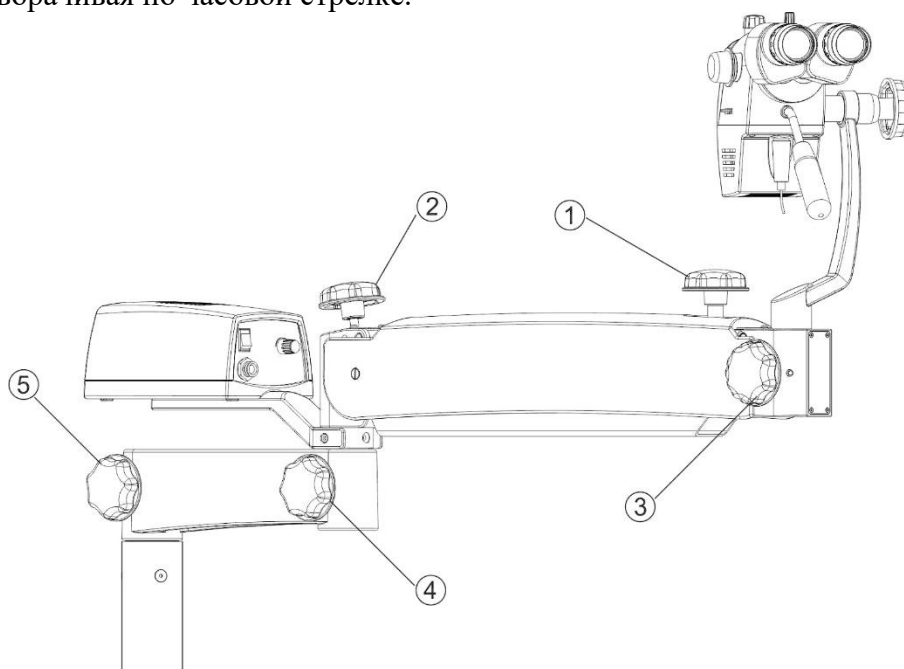

Рис. 8
8.3.2 На рис. 8 указаны:
- ① Ручка блокировки поворота головы относительно гибкой руки, для поворота ослабьте ручку поворачивая против часовой стрелке, для блокировки затяните поворачивая по часовой стрелке.
- ② Ручка натяжения гибкой руки позволяет регулировать усилие необходимое для движения микроскопа в вертикальной плоскости, для установки минимального усилия затяните поворачивая по часовой стрелке ослабьте ручку поворачивая против часовой стрелки, для установки максимального усилия затяните поворачивая по часовой стрелке.
- ③ Ручка блокировки наклонного узла служит для фиксации наклонного узла с головой на гибкой руке, для отсоединения наклонного узла ослабьте ручку поворачивая против часовой стрелке, для блокировки наклонного узла затяните по часовой стрелке.
- ④ Ручка блокировки движения подвешного плеча гибкой руки, для движения подвешного плеча гибкой руки ослабьте ручку поворачивая против часовой стрелке, для блокировки затяните поворачивая по часовой стрелке.
- ⑤ Ручка блокировки движения гибкой руки вокруг мобильной стойки, для движения гибкой руки ослабьте ручку поворачивая против часовой стрелке, для блокировки затяните поворачивая по часовой стрелке.
8.4.2 При использовании тубуса биноклярного 90 ④, скорректируйте окуляры до требуемого межзрачкового расстояния ⑤ перемещая биноклярную трубку до нужного положения, как показано на рис. 8